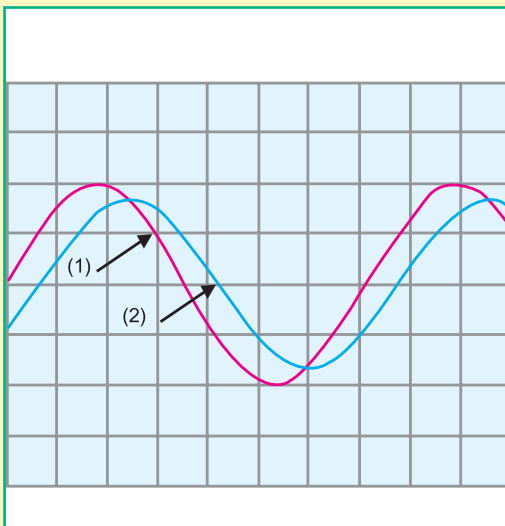

Fig.1
- 2°) A l'aide d'un oscilloscope bicourbe, on visualise simultanément les tensions  $u_E(t)$  et  $u_S(t)$  du filtre. Pour une fréquence  $N_1$  de  $N$  et avec les mêmes sensibilités, on obtient l'oscillogramme de la figure 1.